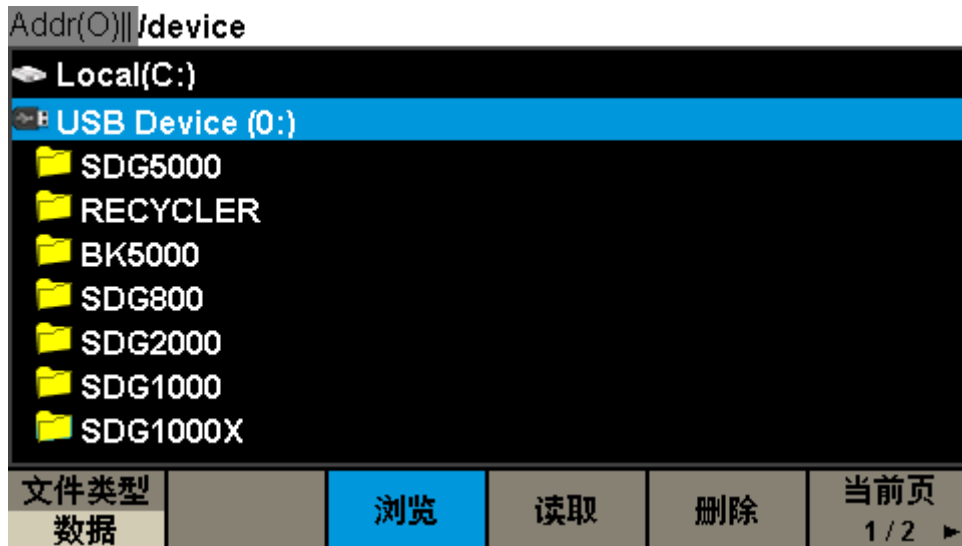

图 2-36 固件升级界面
4. 旋转旋钮选择USB Device (0:) 然后向下按下旋钮，展开U盘目录，如图2-36所示。